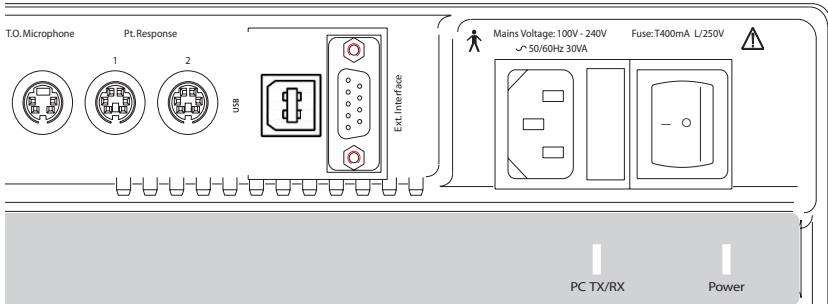
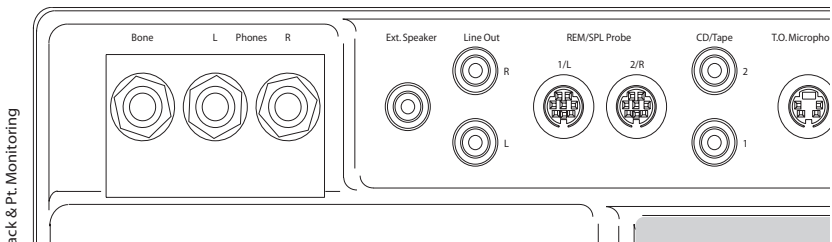

Abbildung 1 Anschlußfeld, rechte Seite
Abbildung 2 Anschlußfeld, linke Seite
2. Verbinden Sie das mitgelieferte USB-Kabel an dem **PC Interface** (USB) Anschluss am hinteren Teil der AURICAL Plus mit einem USB-Anschluss an einem Personal Computer (PC) (Siehe Abbildung 1).
Die Wandler und die meisten Zubehörteile, das HI-PRO-Interface eingeschlossen, werden mit dem Anschlußfeld hinten auf der Hardwareplattform des AURICAL Plus verbunden (Abbildung 1 und Abbildung 2).